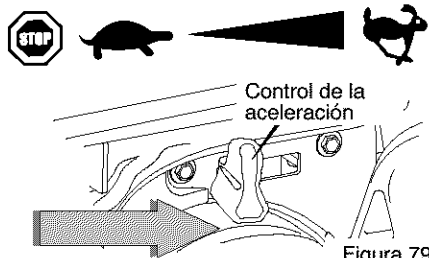

Figura 79
4. Mueva el control de aceleración a la posición (RAPIDO). Opere el motor con el control de aceleración en la posición "RÁPIDO" (vea la Figura 79).